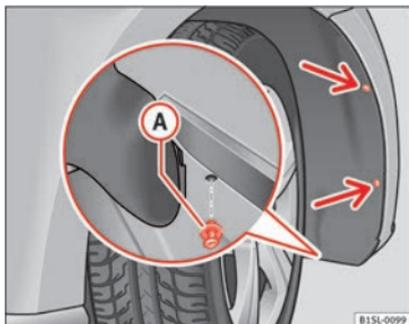
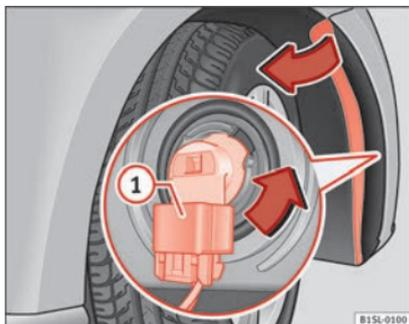

Fig. 86 No para-choques dianteiro direito: extraia os parafusos de fixação (setas) e retire o rebite expansivo (A).
Fig. 87 Substituição das lâmpadas dos faróis.
1. Desapertar 2 parafusos de fixação do embelezador do revestimento da cavas das rodas ► **Fig. 86** (setas) com a chave de fendas das ferramentas de bordo ► Página 74.
2. Desapertar o rebite expansivo na parte inferior dianteira do revestimento da cava das rodas (A) com a chave de fendas das ferramentas de bordo e retire-o totalmente ► Página 74.
4. Desbloquear o conector ► **Fig. 87** (1) e retirá-lo.
5. Rode o porta-lâmpadas ► **Fig. 87** na direção da seta, **no sentido contrário dos ponteiros do relógio** até ao limite e retire-o juntamente com a lâmpada deslocando-o para trás.
8. Ligue o conector (1) no porta-lâmpadas. O conector deve encaixar de forma audível.
10. Coloque o rebite expansivo no embelezador do revestimento da cavidade das rodas e pressione-o para dentro até ao final ► **Fig. 86** (A).
11. Aparafuse os 2 parafusos de fixação ► **Fig. 86** (setas) com uma chave de fendas.